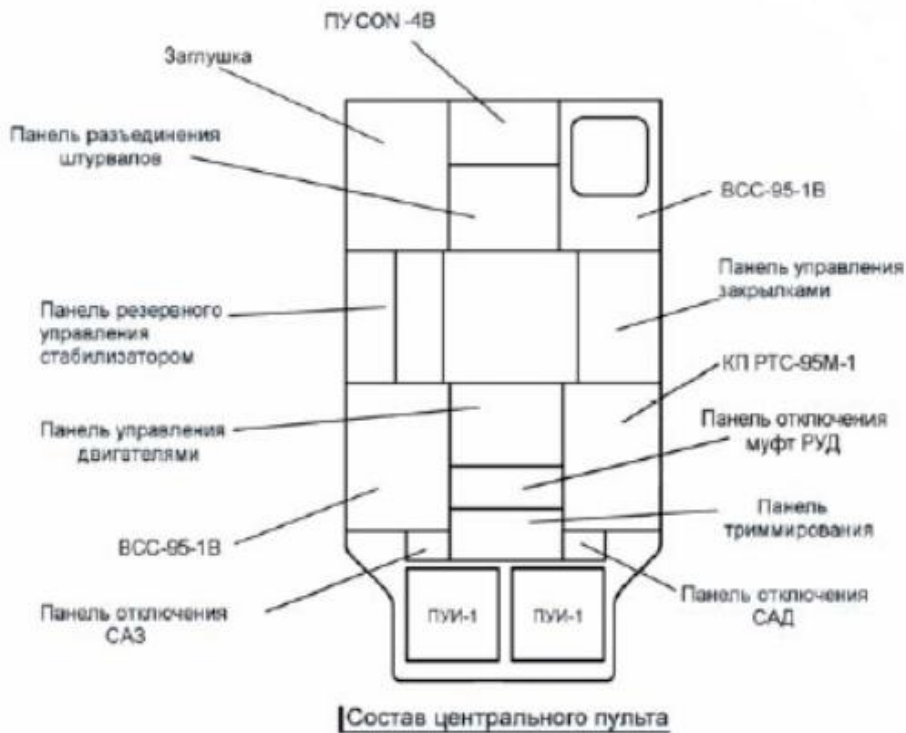

Рис. 1.3. ЦЕНТРАЛЬНЫЙ ПУЛЬТ ПИЛОТОВ
**Центральный пульт пилотов** предназначен для размещения органов управления самолетом и размещен в кабине экипажа между креслами пилотов перед приборной доской (рис. 1.3). Он состоит из двух основных частей: